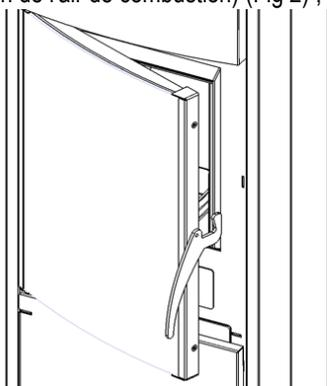

Figure 1
- agir sur la poignée pour ouvrir la porte du foyer (voir figure 1 ci-dessous) ;